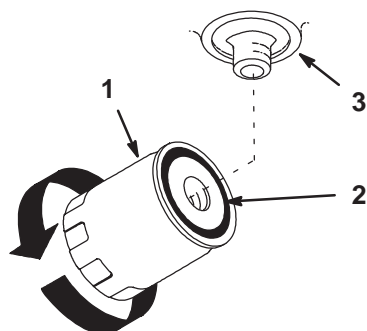

Figure 51
4. Appliquez une fine couche de liquide hydraulique sur le joint en caoutchouc du filtre de rechange (Fig. 51).
7. Quand le liquide déborde, tournez le filtre dans le sens horaire jusqu'à ce que le joint rejoigne l'adaptateur, puis donnez un demi-tour supplémentaire (Fig. 51).